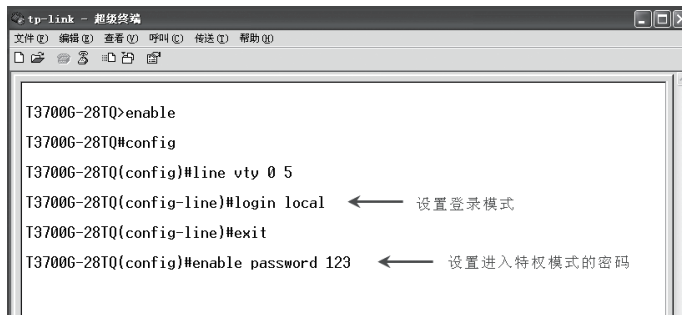

图5-10 在超级终端配置Login Local模式
1. 如图5-10所示,首先在超级终端中配置Telnet登录模式为“login local”,并设置进入特权模式的密码为“123”。